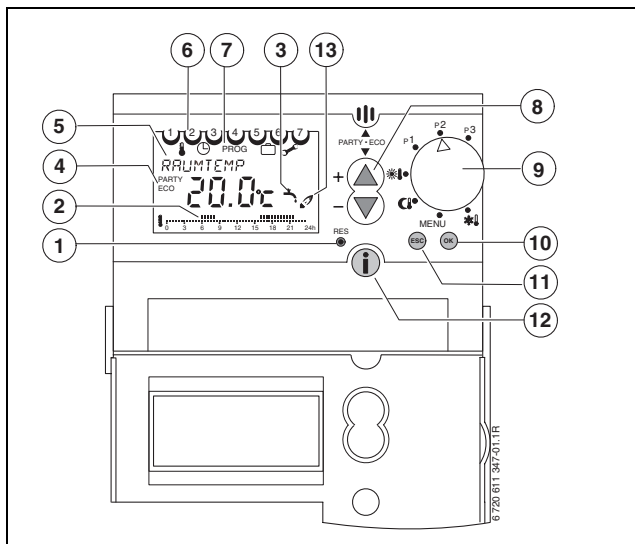

Fig. 9 Schema degli elementi di comando
- Posizionare il selettore impostazioni su **MENU** (vedi Fig. 9).